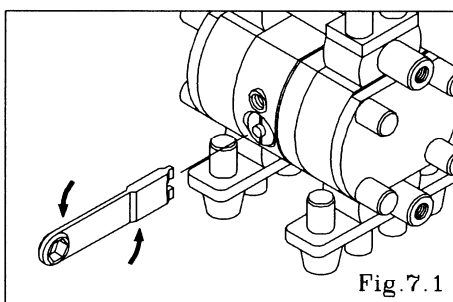

Fig.7.1
- Retire la tapa utilizando el desmontador de la tapa y disco (herramienta especial: Pieza N° 771132). [Fig. 7.1]